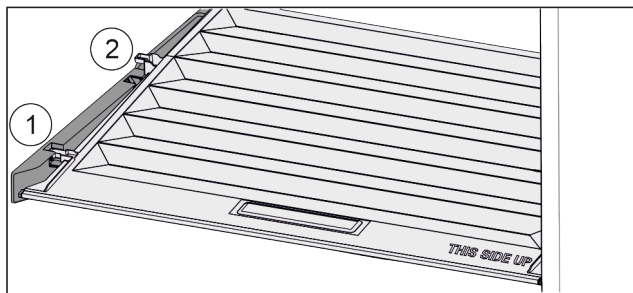

Fig. 31
- ▶ Vytáhněte víko dopředu až k otvoru v přídržných dílech Fig. 31 (1).
- ▶ Vzadu zespuďte nadzvedněte a vyjměte směrem nahoru Fig. 31 (2).